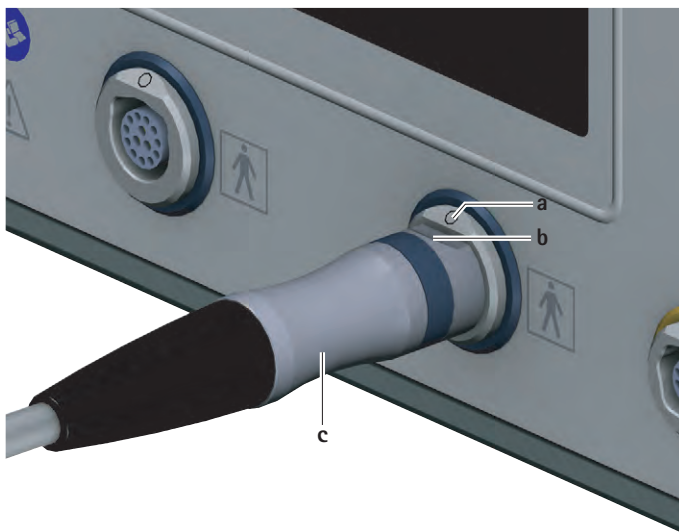

Fig. 3 Raccordement du câble de moteur
- ▶ Orienter le connecteur pour unité de commande **c** du câble de moteur de telle sorte que le repère **b** sur le connecteur coïncide avec le repère **a** sur la prise de raccordement pour partie appliquée **7**, voir Fig. 3.
- Tirer le câble de moteur sur le connecteur pour unité de commande c hors de la prise de raccordement pour partie appliquée 7, voir Fig. 3.